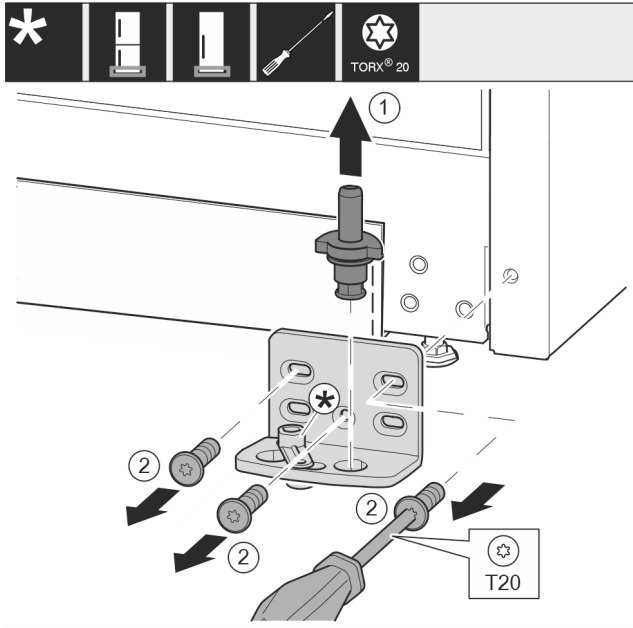

Fig. 10
- Ložiskový čap vytiahnite úplne nahor. *Fig. 10 (1)*
- Skrutky vyskrutkujte skrutkovačom T20 a odnímite ložiskovú konzolu. *Fig. 10 (2)*